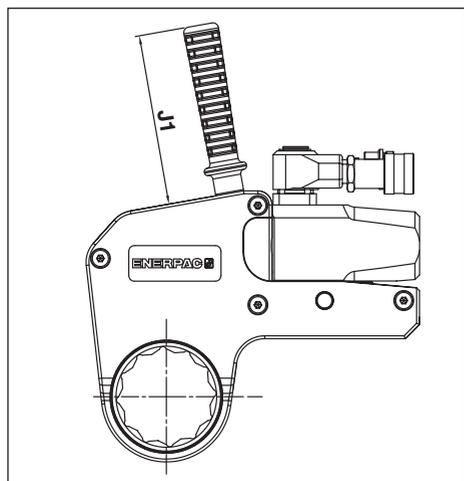

図25
6.1.3 寸法、SWHシリーズストレート位置決めハンドル (図25)